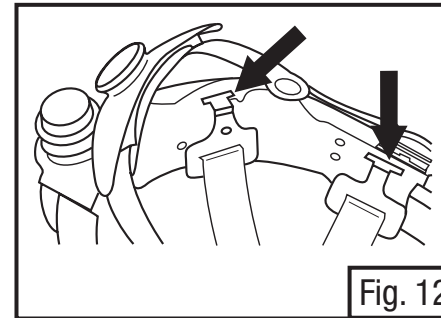

Fig. 12
- Con el casco al revés, libere el arnés para la cabeza del armazón del casco al empujarlo hacia arriba en los ganchos plásticos de las bandas de red. En la Fig. 12 se muestran los ganchos.